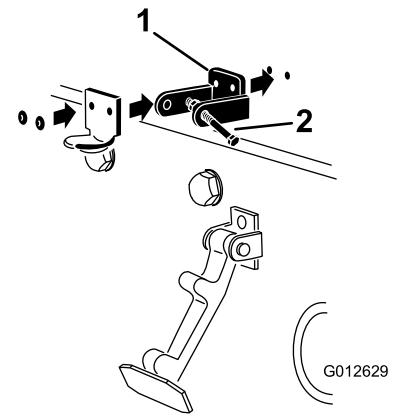

Figure 8
3. Alignez les trous de montage et positionnez le support de verrouillage CE et le support du verrou de capot sur le capot. Le support de verrouillage doit être appuyé contre le capot (Figure 8). Ne retirez pas le boulon et l'écrou du bras du support de verrouillage.
5. Rivez les supports et les rondelles sur le capot (Figure 8).